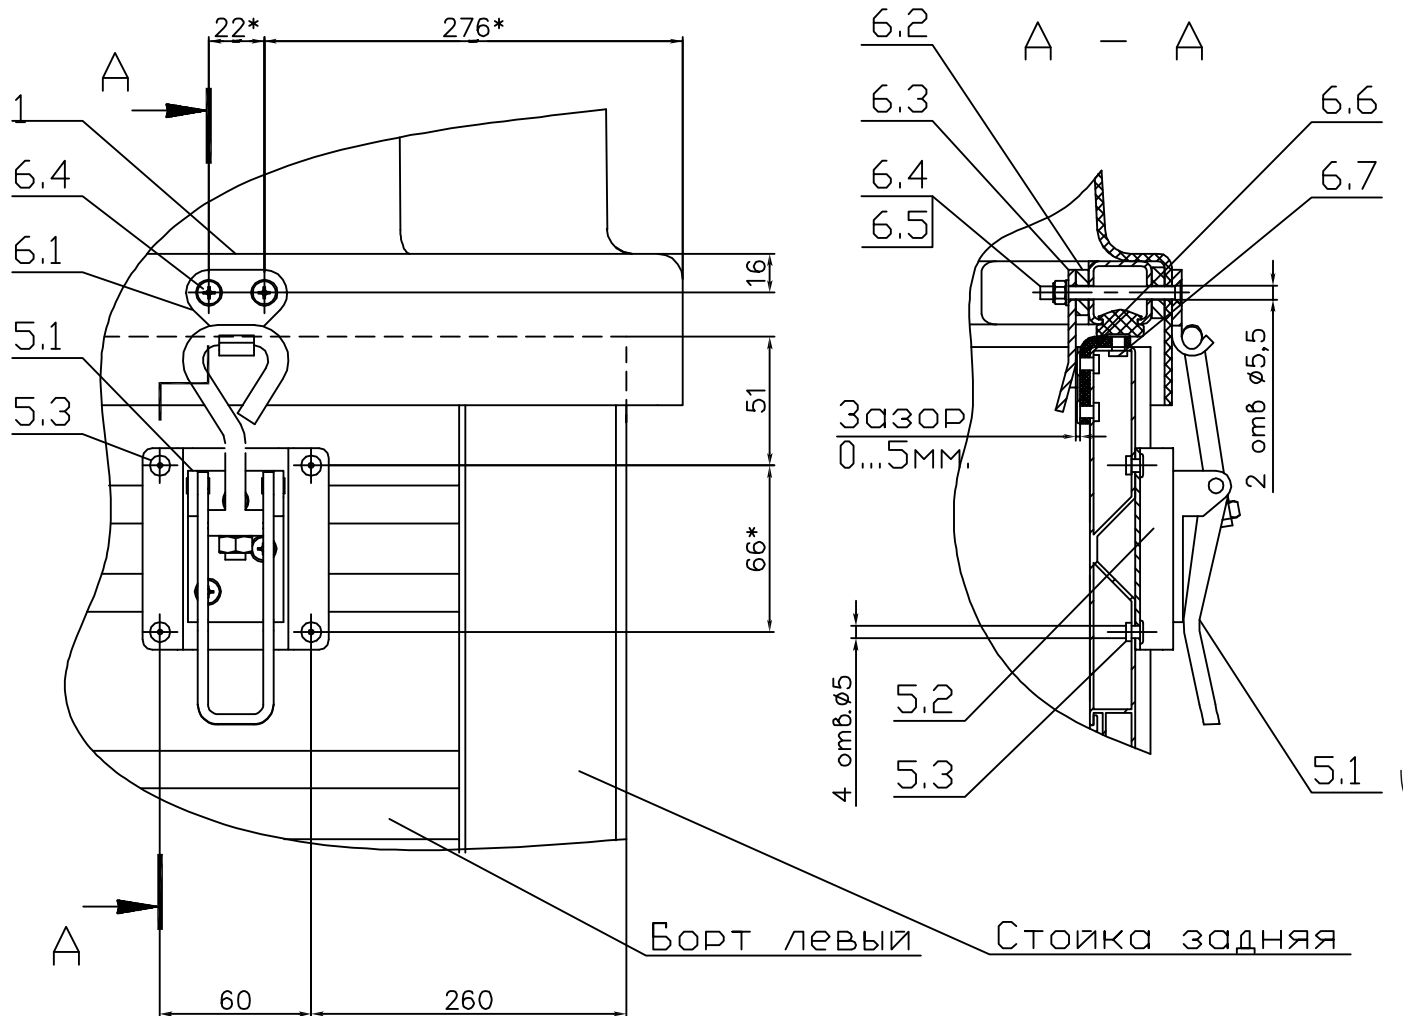

Рисунок 3.
15. В подготовленные отверстия, в задней части крышки установить в соответствующем порядке (рис. 3, сечение А-А) винты 6.4, крючок 6.1, проставочную пластину 6.2 и ловушку 6.3. Для обеспечения зазора 0...5мм. между ловушкой 6.3 и бортом прицепа разрешается пункт 16 собирать без проставочной пластины 6.2.
19. Просверлить отверстия  $\varnothing 5.5\text{мм}$  под замки 5, используя подставку замка 5.2 как шаблон (рис. 3).